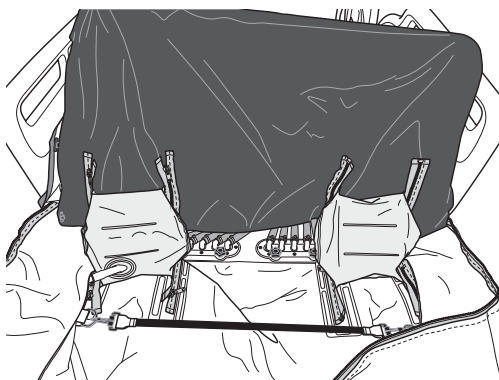

图 6：床垫内护垫下的空气连接器
4. 抬起垫子（图 6）并将气垫上的空气连接器引导到连接端口。